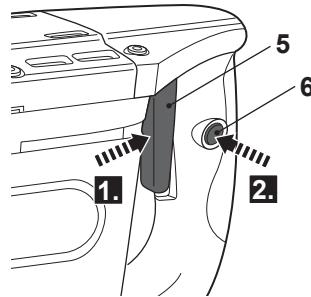

Fig. 4
- > Para ligar a ferramenta, pressione o interruptor de ligado/desligado (5) (Fig. 4).
- > Para desligar a ferramenta, solte o interruptor de ligado/desligado (5).
- > Para ligar a ferramenta, pressione e mantenha pressionado o interruptor de ligado/desligado (5).
- > Pressione o botão de bloqueio (6) para bloquear o interruptor ligado/desligado (5) (Fig. 4). O interruptor de ligado/desligado (5) ficará bloqueado para que o produto possa ser utilizado de forma contínua.
- > Pressione e solte o interruptor de ligado/desligado (5) para desligar o produto.